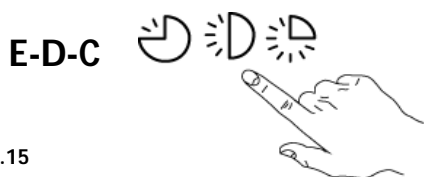

Fig.15
- 4- Pulse uno de los ciclos disponibles entre el botón "C", "D", "E". (Fig. 15)